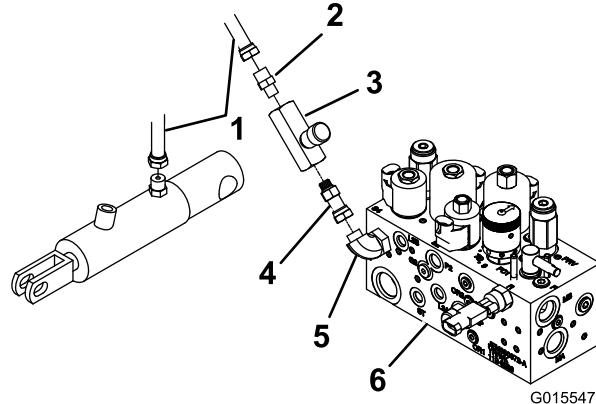

図 1
- フローコントロールオリフィスについているストレートスイベル・コネクタをマニホールドロックのエルボフィッティングに仮接続する（図 1）。